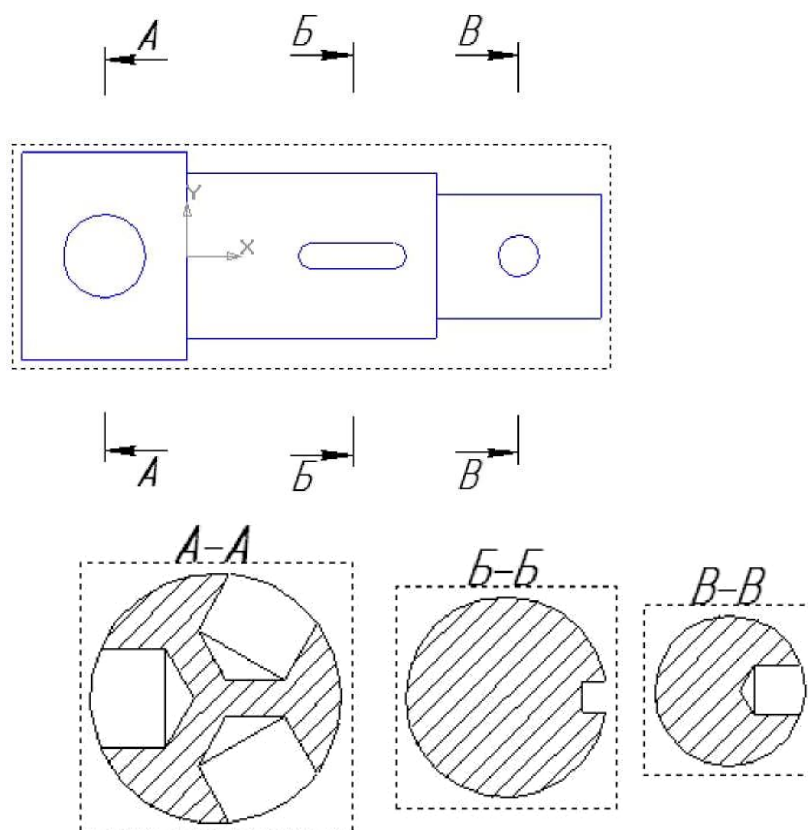

Рис. 6.21
10. Создаем новый чертеж с использованием команды **Главного меню Вставка - Вид с модели - Произвольный** создаем вид **Спереди**. Назначаем положение секущих плоскостей, используя команду **Линия разреза**, расположенную на панели инструментов **Обозначения** компактной панели инструментов (рис. 6.21).
11. Для построения сечений используем команду **Разрез/Сечение**. На рис. 6.21 показан чертеж модели с сечениями, выполненными системой КОМПАС.